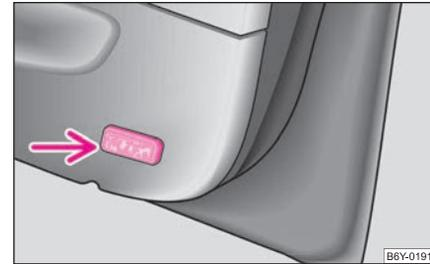

Abb. 179 Vordertürwarnleuchte ausbauen
- Messer oder Ähnliches seitlich zwischen Leuchte und Türverkleidung schieben ⇒ Abb. 179. Leuchte vorsichtig heraushebeln.